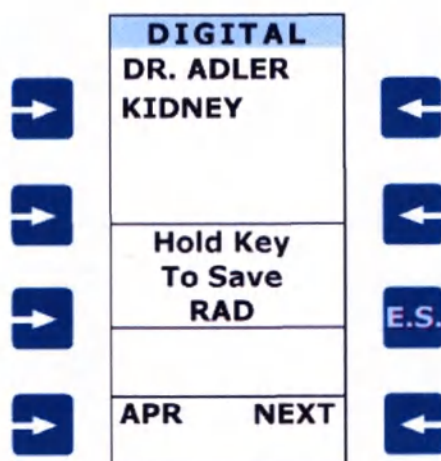

Рисунок 2.10 - Сохранение нового исследования в базу данных APR
- Или постоянно, для обновления диаграмм методик путём сохранения нового исследования в базу данных APR для последующего использования (рисунок 2.10).